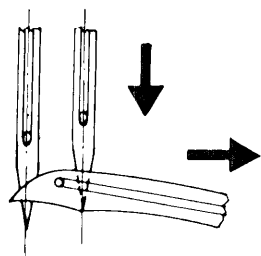

Fig. 16
3. Sulle teste a punto ornamento tipo 171 e 173, la punta dell'ago **interno**, durante la sua discesa, deve coincidere con il punto di convergenza delle due linee che formano il profilo inferiore della lama del crochet (fig. 16)
3. On 171 and 173 interlock stitch machines the point of the inside needle, during the downward movement of the needle, must coincide with the point of convergence of the lines forming the lower outline of the looper blade (fig. 16).